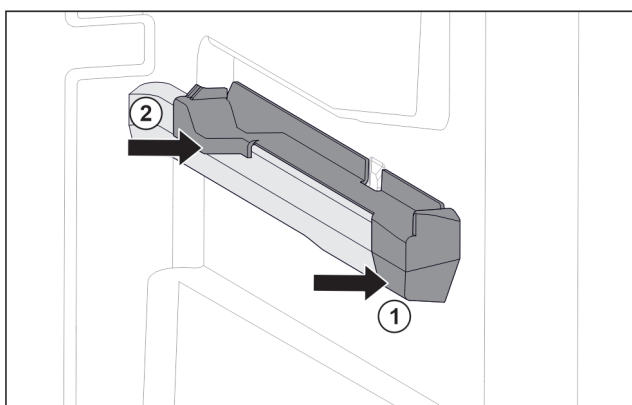

Fig. 108 Násuvný diel na pravom rebre nádoby
- Nasadte násuvný diel vpredu na rebro nádoby. Fig. 108 (1)
- Pritlačte násuvný diel vzadu. Fig. 108 (2)